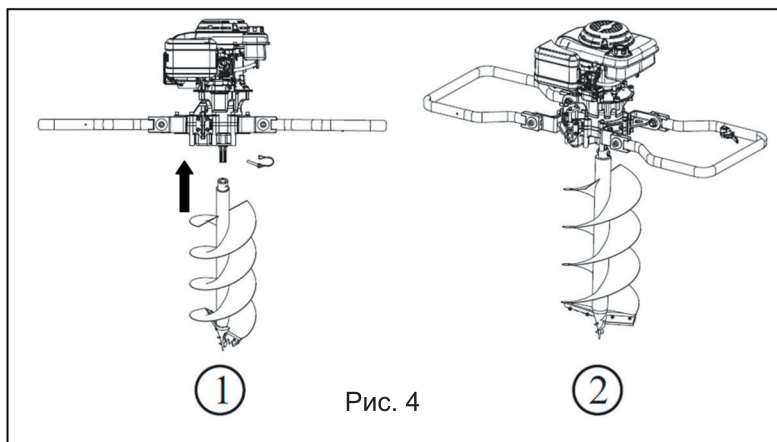

Рис. 4
• Установите на выходной вал шнек, совместив отверстия на валу и шнеке, и закрепите шнек с помощью штифта (рис. 4).